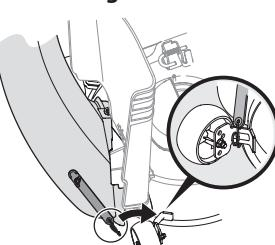
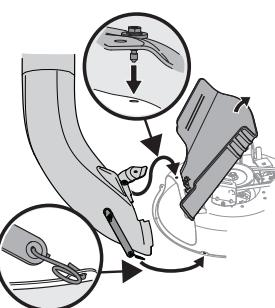

Figura 19
Figura 20
- Con el canal de descarga del tractor elevado y abierto instale el codo del canal sobre la abertura del canal colocando el pasador de montaje de la plataforma en el orificio provisto, como se indica en el recuadro superior de la Figura 20, luego fije el codo a la plataforma enganchando el gancho del resorte de torsión de la correa de retención sobre la ménsula de montaje de las ruedas de la plataforma, como se indica en la Figura 19.